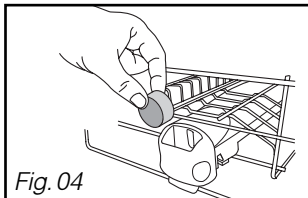
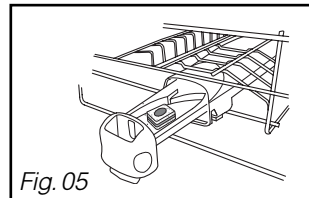

Fig. 04
Fig. 05
non multifonction dans le compartiment extérieur (Fig 04)
ou pour un fonctionnement optimal, tirez le tiroir du distributeur et disposez la pastille. (Fig 05)
- **Disposez la pastille** dans le compartiment extérieur (Fig 04 page précédente), **ou** pour un résultat optimal, **tirez le tiroir du distributeur et disposez la pastille à l'intérieur.** (Fig 05 page précédente).